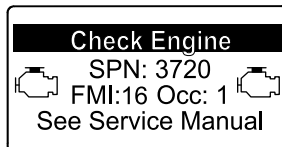

Figure 43
- Avertissement moteur SPN 3720, FMI 16 (Figure 43)